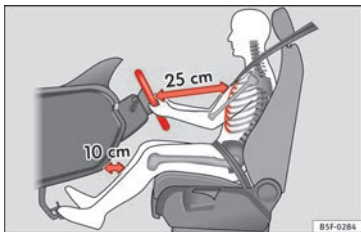
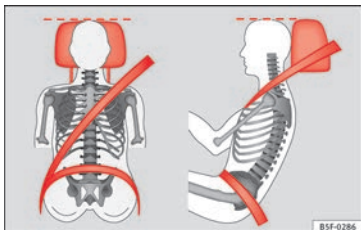

Abb. 80 Der richtige Abstand des Fahrers zum Lenkrad muss mindestens 25 cm (10 inch) betragen.
Abb. 81 Richtiger Gurtbandverlauf und richtige Kopfstützeinstellung.
- Kopfstütze so einstellen, dass die Oberkante der Kopfstütze sich möglichst auf einer Linie mit dem oberen Teil des Kopfs – jedoch nicht niedriger als Augenhöhe – befindet. Hinterkopf stets so nah wie möglich an der Kopfstütze positionieren » **Abb. 80** und » **Abb. 81**.
- Lenkrad so einstellen, dass der Abstand zwischen Lenkrad und Brustbein mindestens 25 cm (10 inch) beträgt » **Abb. 80** und das Lenkrad mit beiden Händen und leicht gebeugten Armen seitlich am äußeren Rand festgehalten werden kann.
- Fahrersitz in Längsrichtung so einstellen, dass die Pedale mit leicht angewinkelten Beinen durchgetreten werden können und der Abstand zur Instrumententafel im Kniebereich mindestens 10 cm (4 inch) beträgt » **Abb. 80**.